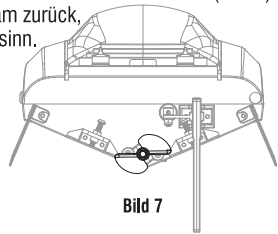

Bild 7
1. Überprüfen Sie die Drehrichtung des Propellers nach dem Einschalten. (Bild 7). Ziehen Sie den Gashebel des Senders langsam zurück, der Propeller dreht sich gegen den Uhrzeigersinn. Drücken Sie den Gashebel langsam nach vorne, der Propeller dreht sich im Uhrzeigersinn.